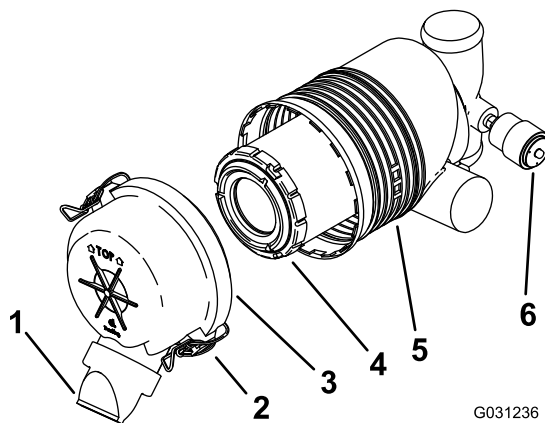

Figure 30
Important: Remplacez le filtre à air uniquement quand l'indicateur de colmatage est rouge (Figure 30). Ne remplacez pas le filtre à air plus fréquemment que nécessaire ; cela ne fait qu'accroître le risque de contamination du moteur par des impuretés quand le filtre est déposé.
5. Déverrouillez le filtre à air et détachez le couvercle du boîtier du filtre (Figure 30).
- Si l'indicateur de colmatage est transparent, reposez le couvercle du filtre à air, en orientant le capuchon protecteur vers le bas, et fermez les verrous (Figure 30).
1. Sortez l'élément filtrant du boîtier du filtre à air avec précaution (Figure 30).
3. Posez l'élément filtrant avec précaution (Figure 30).
- Reposez le couvercle du filtre à air, le capuchon protecteur orienté en bas, et fermez les verrous (Figure 30).